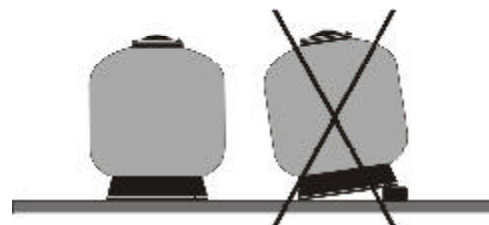

FIG.4
- Colocar os filtros no seu local definitivo tendo em conta que a base deverá ficar completamente apoiada no solo e sobre um plano totalmente horizontal. **(FIG.4)**